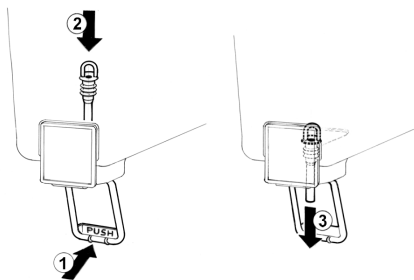

figura 4
**2 Rubinetto a gommino:** premere (1) la leva comando rubinetto e inserire (2) il gommino rubinetto nel contenitore. Tirare (3) verso il basso l'estremità del gommino fino ad assestarlo completamente (vedere figura 4).